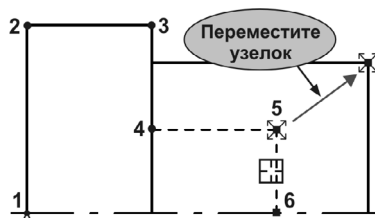

Рис. 59.89.
- 1.1. Выделите отрезок 5–6 и перетащите узелок 5 немного вправо и вверх. Будут изменены размеры правой ступени детали. Связанность отрезков при этом сохранится (рис. 59.89).